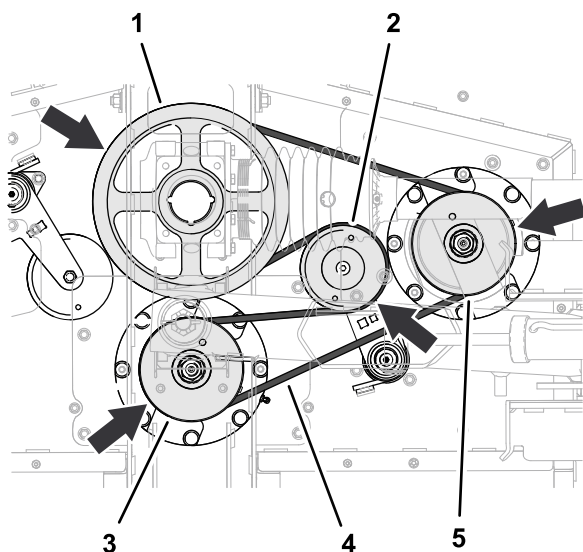

Рисунок 68
1. Проложите длинный ремень вокруг ведущего шкива, верхней канавки шкива среднего шпинделя и шкива правого шпинделя (Рисунок 68).
2. С помощью монтировки или аналогичного инструмента поверните натяжитель ремня против часовой стрелки и наденьте ремень поверх шкива натяжителя (Рисунок 68).